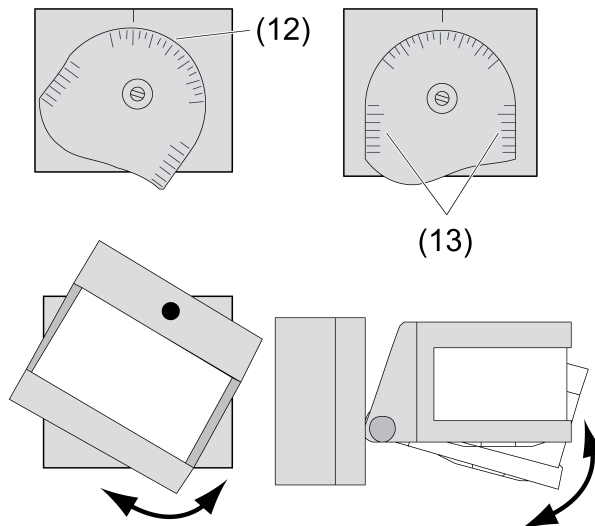

Bild 14: Drehen und Neigen des Sensorkopfes
- Erfassungsbereich durch Drehen (12) und Neigen (13) des Wächters den örtlichen Gegebenheiten anpassen. Durch die Skalen auf dem Wächter-Gehäuse sind Einstellungen jederzeit reproduzierbar (Bild 14).